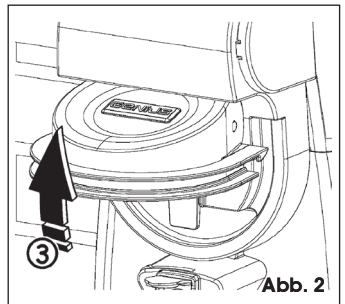

Abb. 2
2. Abra la tapa de desbloqueo, Fig. 2.
2. Die Entriegelungsabdeckung öffnen, Abb. 2.
2. Open het deksel van het ontgrendelingsmechanisme, Fig. 2.